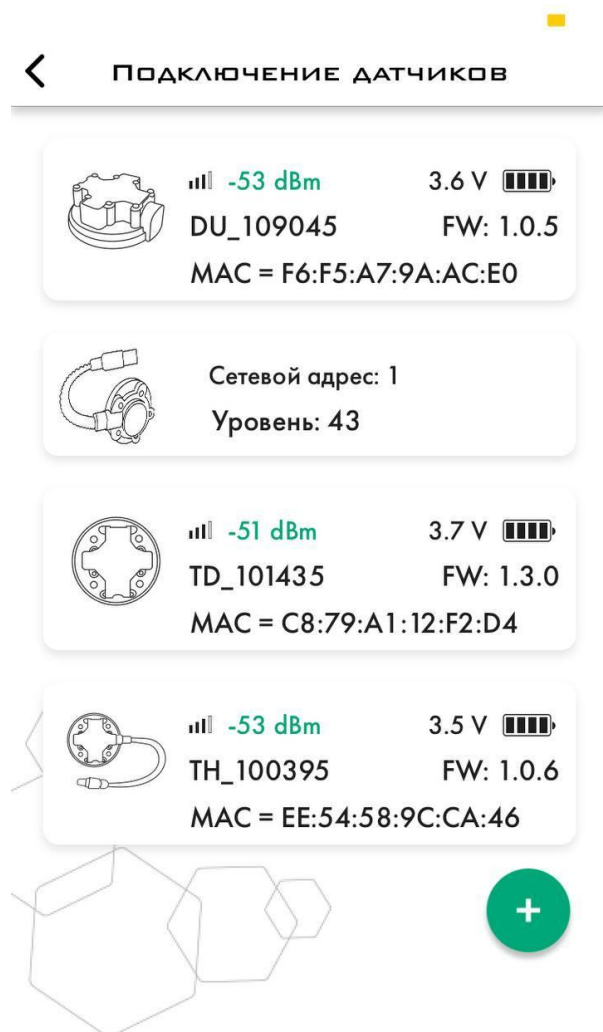
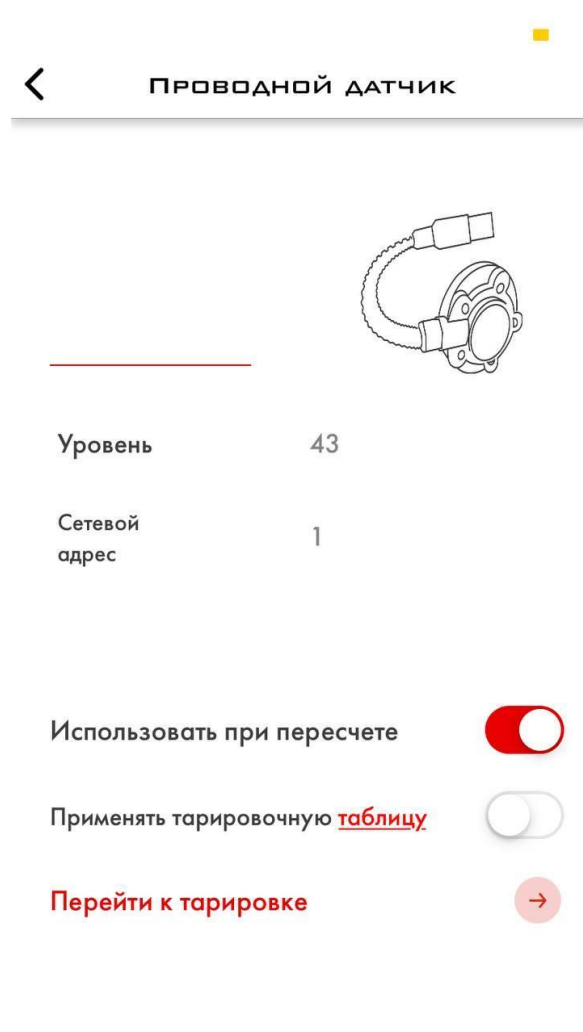
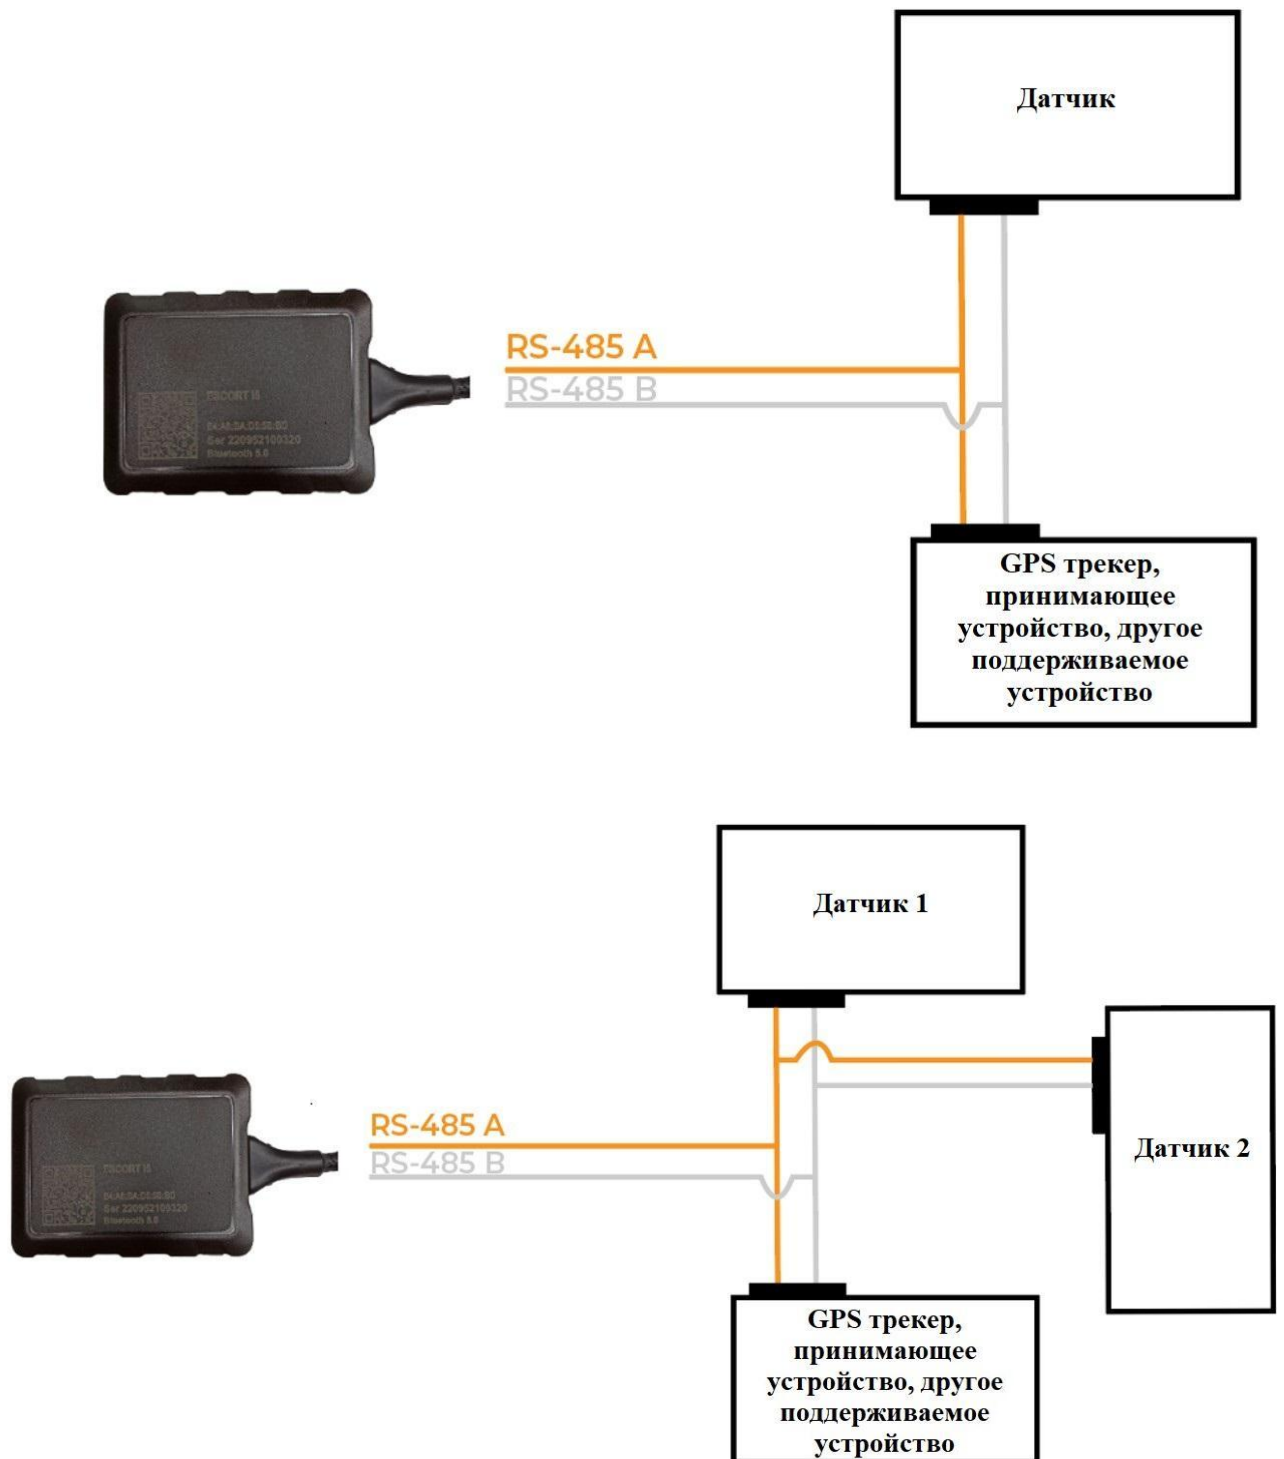

Рис. 42 Показания проводного датчика видны в приложении
Рис. 43 Нажмите на датчик чтобы увидеть его данные
Рис. 44 Схемы подключения: И-5, проводной датчик(и) (RS-485) и трекер/шлюз
2.6.7 Если датчик подключен к трекеру и трекер получает от него данные, а Индикатор подключен в соответствии со схемой подключения (Рис. 44), вы также увидите показания датчика в приложении (Рис. 42) и (Рис. 43).